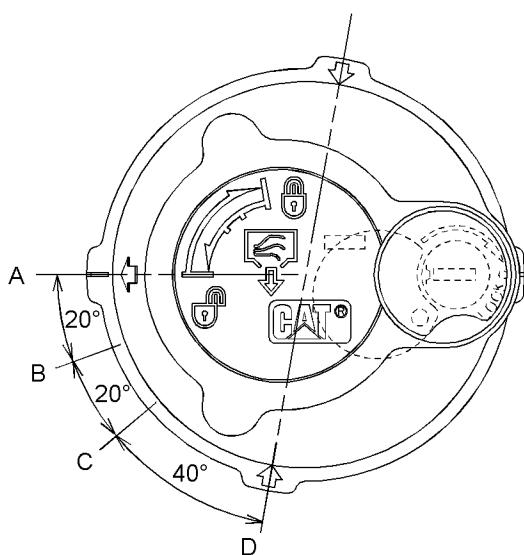

Ilustración 503
- (A) Posición TRABADA
- (B) Posición ALIVIO DE PRESIÓN - COMENZAR
- (C) Posición ALIVIO DE PRESIÓN - FINALIZAR
- (D) Posición ABIERTA
**6. Suelte la presión que puede haber en el circuito hidráulico de retorno con el siguiente procedimiento. Consulte la Ilustración 503 para ver las posiciones de la tapa del tubo de llenado.**
- a. Gire la tapa del tubo de llenado hacia la izquierda y mueva la flecha de la posición (A) a la posición (B).
- b. Suelte la presión durante un mínimo de 45 segundos moviendo la flecha de la posición (B) a la posición (C).
- c. Oprima la tapa del tubo de llenado hacia abajo y mueva la flecha de la posición (C) a la posición (D).
- d. Una vez que se libera la presión del tanque, apriete la tapa del tubo de llenado del tanque hidráulico a la posición (A).